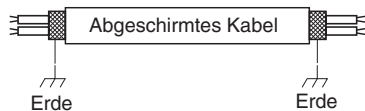

Abb. 4-6
- (5) Als Einheiten-Steuerverbindungskabel (c) müssen abgeschirmte Kabel verwendet werden, wobei die Abschirmung auf beiden Seiten geerdet werden muss, da andernfalls Funktionsstörungen durch Störsignale auftreten können. (Abb. 4-6)